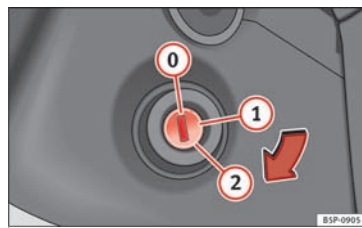

Fig. 79 Bilnøglen positioner
Bilnøgle » Fig. 79
3.	Drej bilnøglen til position »» Fig. 79 ② i tændingslåsen – giv ikke gas.
5.	Drej bilnøglen i tændingslåsen til position » Fig. 79  .